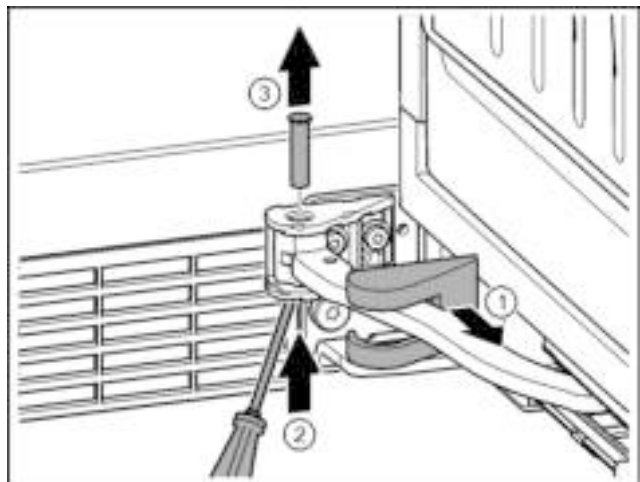

Fig. 15
- ▶ Afdekking van de lagerbus eraf trekken en langs het scharnier verschuiven. *Fig. 15 (1)*
- ▶ Bout met de vinger of schroevendraaier vanaf de onderkant optillen. *Fig. 15 (2)*
- ▶ De schroevendraaier onder de kop van de bout aanbrengen en eruit trekken. *Fig. 15 (3)*